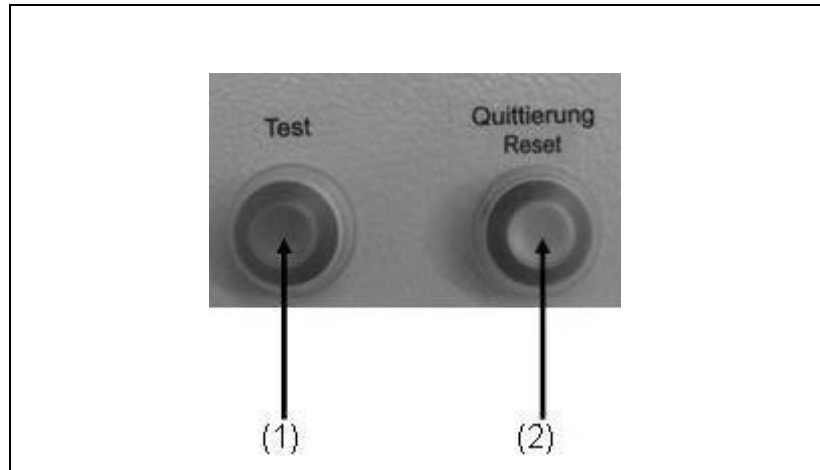

Fig. 5-2: Surveillance de l'isolement avec le E-MCS 4.0
2. Appuyez sur le bouton de test (voir Fig. 5-2-(2))
3. A l'issue du contrôle, appuyez sur la touche de réinitialisation (Reset) (voir Fig. 5-2-(1)) pour refaire fonctionner l'appareil.
2. Après avoir éteint et débranché l'équipement asservi, appuyez sur la touche de réinitialisation (Reset) (voir Fig. 5-2-(1)) pour refaire fonctionner l'appareil.
3. Appuyez sur le bouton de test (voir Fig. 5-2-(1))